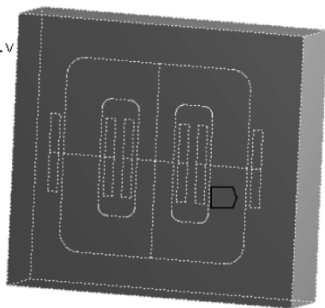

图 10-25 施加平行磁通量
(3) 施加平行磁通量: 首先在标准工具栏中单击选择面图标 , 然后选择 Enclosure 模型所有外表面 (共 6 个), 然后单击 Shift + F2, 接着在环境工具栏中单击【Magnetic Flux Parallel】, 如图 10-25 所示。
(4) 在导航树里单击【Named Selections】展开→【Open Domain, Core】, 并右键选择【Hide Bodies in Group】, 隐藏【Open Domain, Core】。
(5) 为铜线圈施加激励源导体: 首先在标准工具栏中单击 , 然后选择第一组线圈的 101、102、103、104、105、106 模型, 接着在